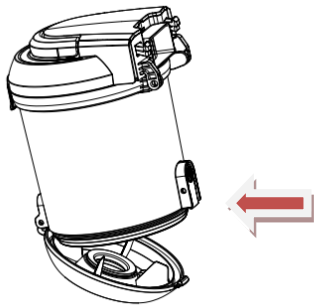

Fig.8
3. Come in Fig.8, posizionare il contenitore sul cestino, premere il pulsante di rilascio per aprire la parte inferiore del contenitore polvere, e lo sporco e la polvere cadranno nel cestino da soli.